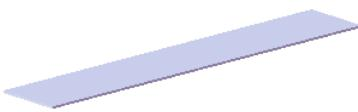
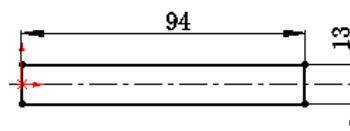

图 12.6.2 基体一法兰 1
图 12.6.3 横断面草图
Step2. 创建图 12.6.2 所示的钣金基础特征——基体一法兰 1。
(1) 选择命令。选择下拉菜单 **插入(I)** → **钣金(B)** → **基体法兰(A)...** 命令（或单击“钣金”工具栏上的“基体法兰/薄片”按钮 ）。
(2) 定义特征的横断面草图。
① 定义草图基准面。选取前视基准面作为草图基准面。
② 定义横断面草图。在草图环境中绘制图 12.6.3 所示的横断面草图。
③ 选择下拉菜单 **插入(I)** → **退出草图** 命令，退出草图环境，此时系统弹出“基体法兰”对话框。
(3) 定义钣金参数属性。在 **钣金参数(S)** 区域的  文本框中输入厚度值 0.5。取消选中 **反向(E)** 复选框。